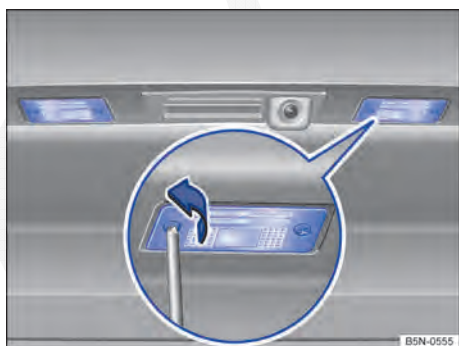

Fig. 245 Na tampa traseira: lanterna da placa de licença aparafusada.
Lanterna da placa de licença aparafusada ⇒ Fig. 245
2.	Com a chave de fenda das ferramentas de bordo, desaparafusar os parafusos da lanterna da placa de licença girando no sentido anti-horário ⇒ Fig. 245.